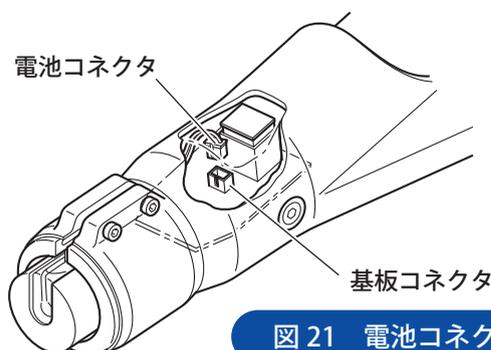

図 21 電池コネクタ取外し
- 1 電池コネクタを基板から外します。(図 21)
- 9 電池コネクタを基板側のコネクタに差し込みます。(図 21)